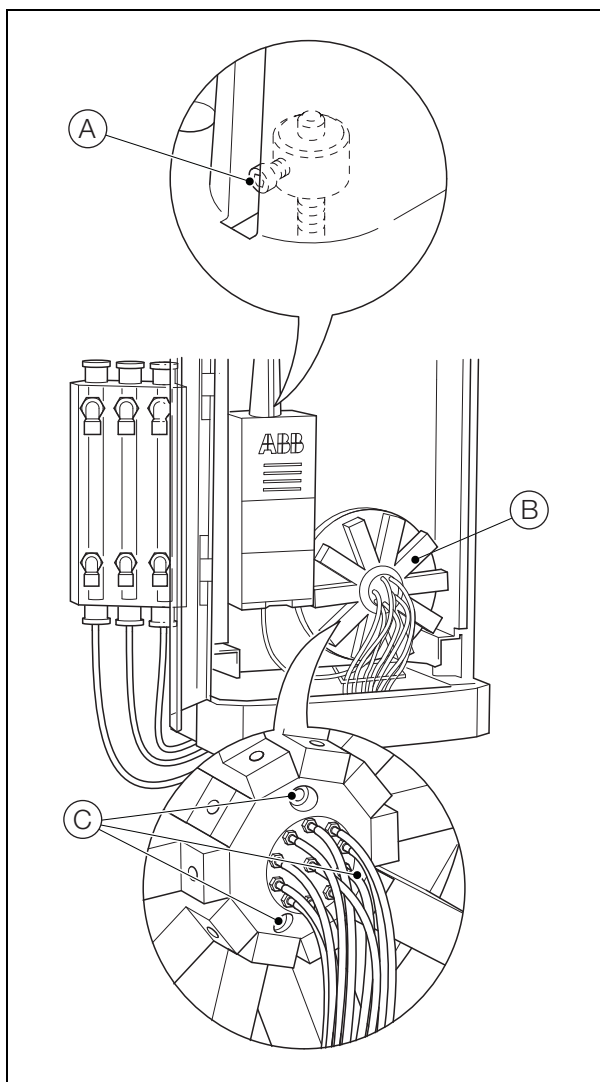

Fig. 13.1 Retirar o coletor
1. Tendo por referência a Fig. 13.1:
- a. Certifique-se de que o dispositivo anti-rotação (A) está posicionado no fundo da ranhura na tampa superior da célula de medição, indicando que o pistão da célula de medição está no fundo do seu curso.
4. Tendo por referência a Fig. 13.1:
- a. Abra a porta da secção analítica e registe a posição de cada um dos tubos ligados ao coletor da válvula (B) para evitar erros de religação.